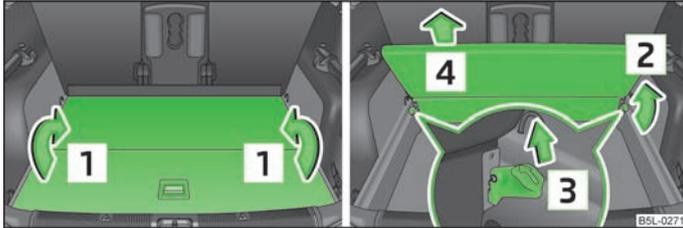

Fig. 60 Coffre à bagages : Rabattre/Extraire le plancher de chargement variable
- Repliez le plancher de chargement en le déplaçant dans le sens de la flèche **1** » fig. 60.